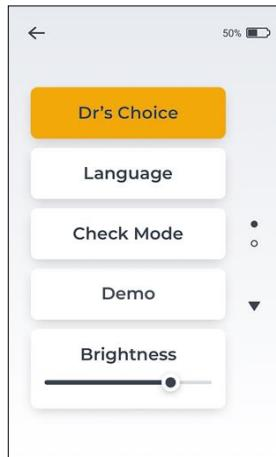
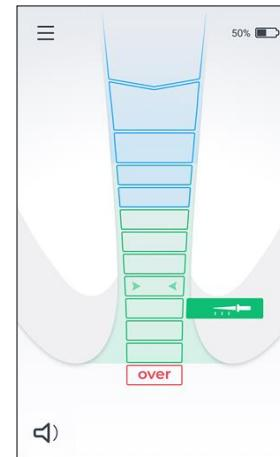

Figura 12
Figura 13
- Entre en el menú Configuración y pulse la pestaña Dr's Choice (ver Figura 12). La « Dr's Choice » se volverá naranja mientras esté activado y la línea apical de la Dr's Choice aparecerá en la pantalla (ver Figura 13).
- Para desactivar la línea apical del Dr's Choice, vaya al menú de ajustes y desactive el Dr's Choice pulsando la pestaña del Dr's Choice (ver Figura 12).